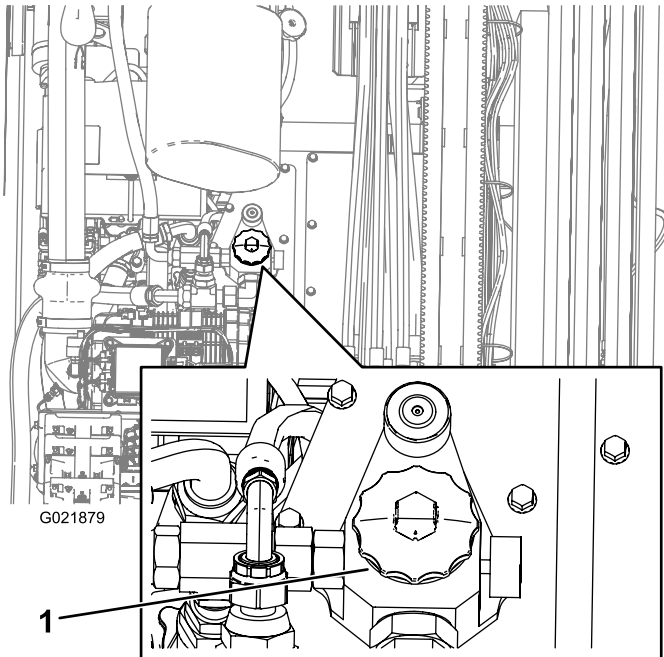

Figure 147
4. Ouvrez le bouchon du réservoir hydraulique (Figure 147).
10. Placez un bac de vidange sous le filtre et enlevez le filtre (Figure 147).